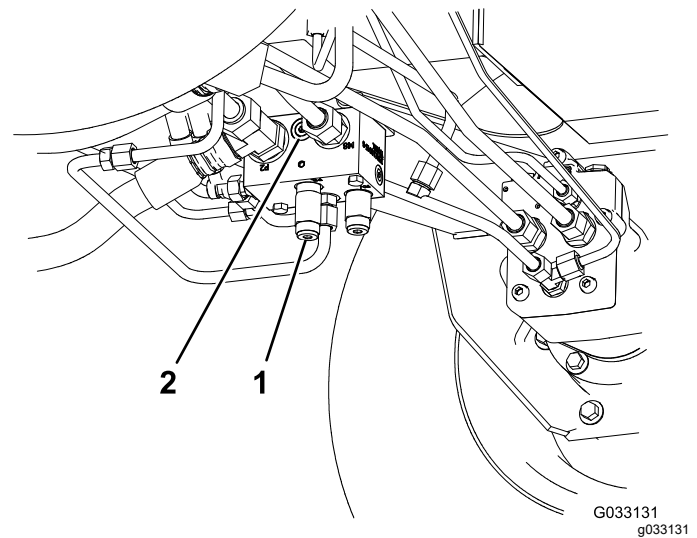

Figura 43
- Pieza Toro N.º 95-0985, empalme (2)
- Pieza Toro N.º 340-77, acoplamiento hidráulico (2)
1. Instale un acoplamiento diagnóstico en el orificio sin marcar que está situado entre los orificios M8 y P2 del colector de tracción trasera (Figura 43).